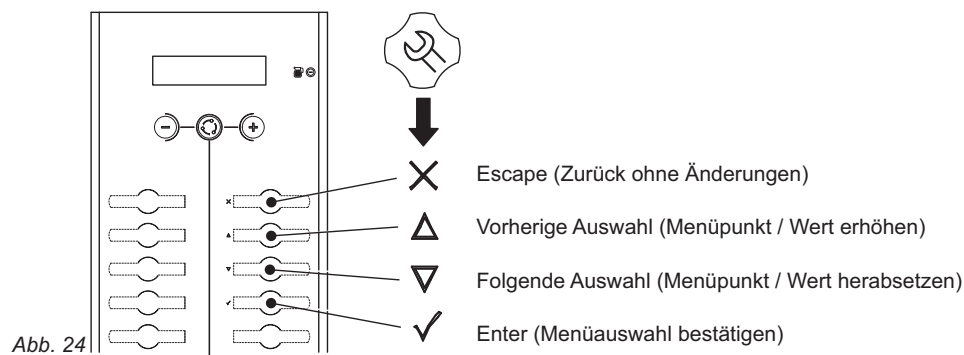

Abb. 24
2. Füllen Sie den/die Behälter mit dem richtigen Produkt (Abb. 24).